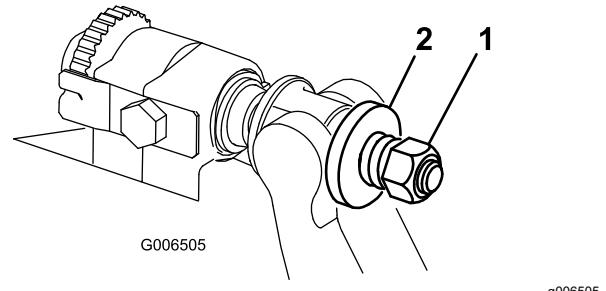

Bild 38
6. Ziehen Sie die Federspannungsmutter an, bis die Feder zusammengedrückt ist, drehen Sie sie dann um eine halbe Umdrehung heraus (Bild 38).